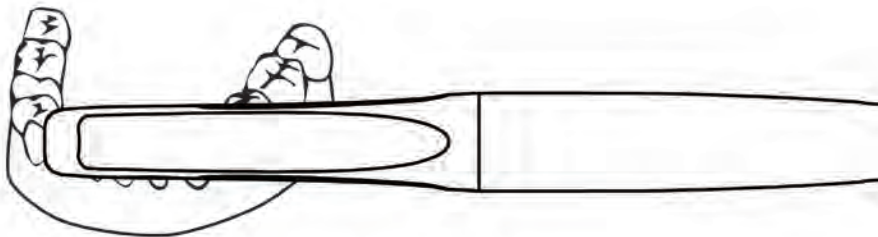

Figure 3. Orientations de type brosse à dents, maxillaire et mandibulaire
- La baguette peut être tenue à une main (figures 1 et 2) ou à deux mains (figure 3)